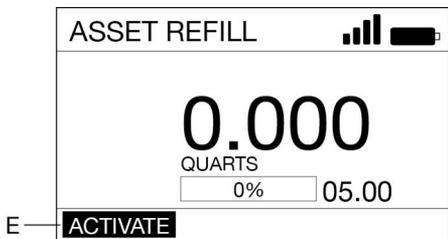

Fig. 29
- Appuyer sur la touche ENTRÉE pour sélectionner ACTIVER (E) (Fig. 29).